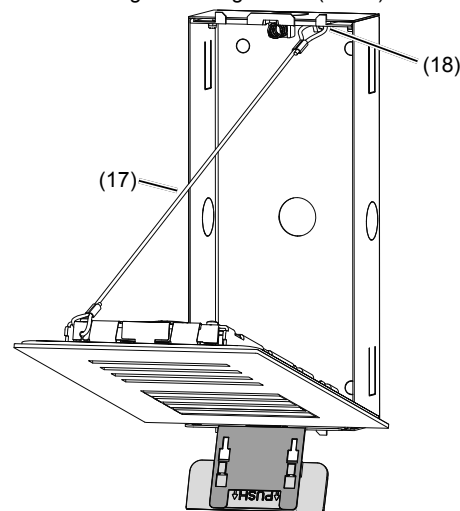

Bild 6: Installationsposition Türstation
(15) Öffnungswerkzeug
(16) Befestigungselement
- Die Schlaufen des Sicherungsseils (17) am linken oberen Einhängers der Türstation und am oberen Befestigungselement (18) im Gehäuse einhängen. Die Türstation zur Installation auf das Öffnungswerkzeug stellen (Bild 6).